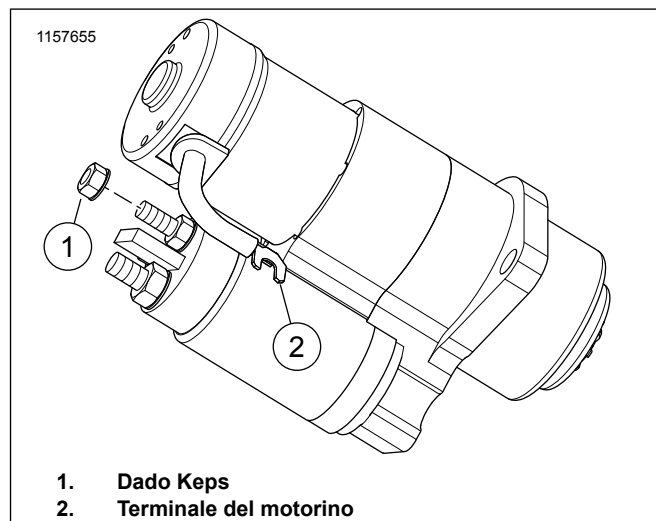

Figura 1. Dado Keps
2. Figura 1 Rimuovere il dado Keps (1) e il terminale del motorino (2).
Verificare che il cavo del terminale del motorino sia nella scanalatura più vicina al solenoide. Figura 1
25. Figura 1 Installare il terminale del motorino e il dado Keps. Serrare.